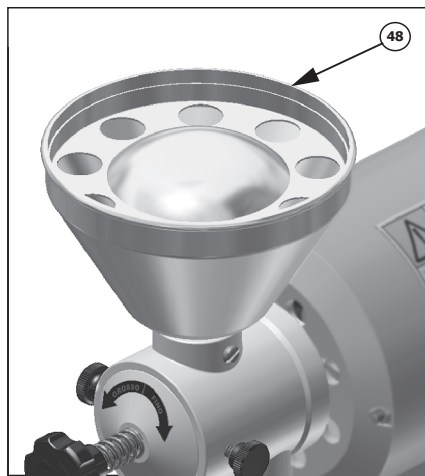
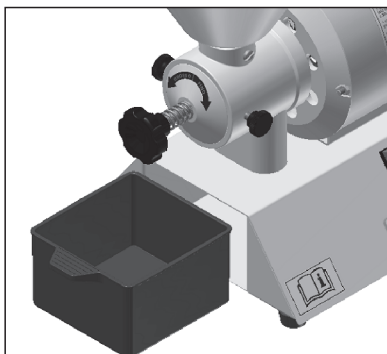

Figura 10
Figura 16
3.2.3 Coloque uma pequena quantidade de café no reservatório de grãos conforme *figura 10* e em seguida verifique a espessura do pó no deposito de café (11) conforme *figura 16*. Caso não esteja na espessura desejada proceda com regulagem do manipulô (36) novamente até encontrar o ponto desejado.